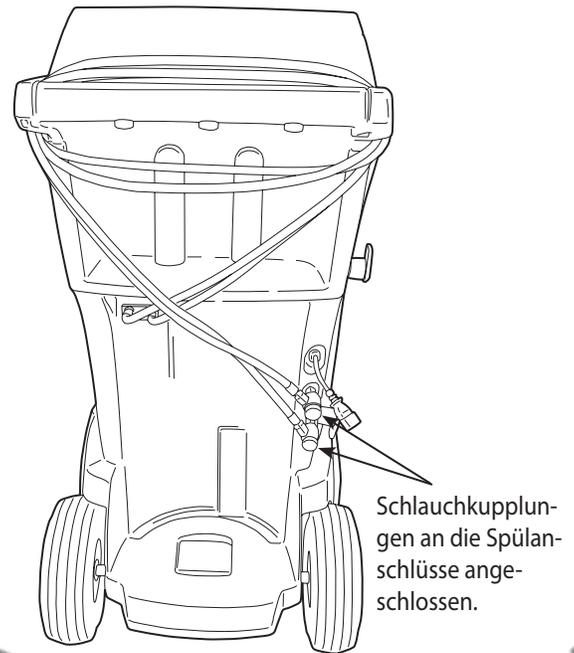

Abbildung 16
2. Wickeln Sie die Serviceschläuche zweimal um den Griff und schließen Sie sie an die Spülanschlüsse an. Siehe Abbildung 16.